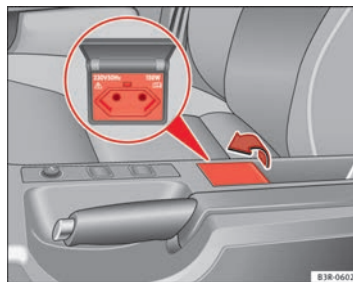

Fig. 135 Centro de la consola central: toma de corriente de 230 voltios.
- Levante la tapa para abrirla ⇒ **fig. 135**.